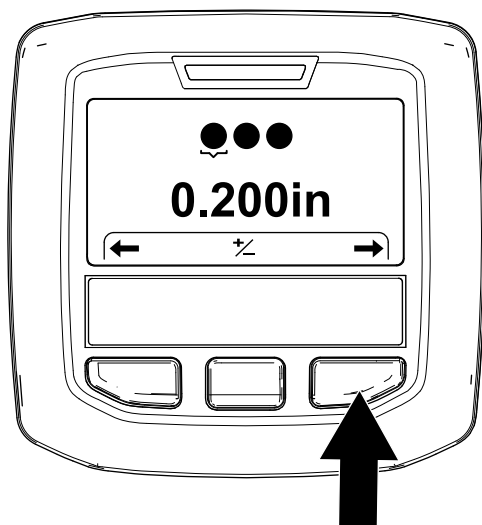

Figura 49
5. Premete il tasto destro dell'InfoCenter per visualizzare la schermata Impostazione del diametro delle fustelle (Figura 49).